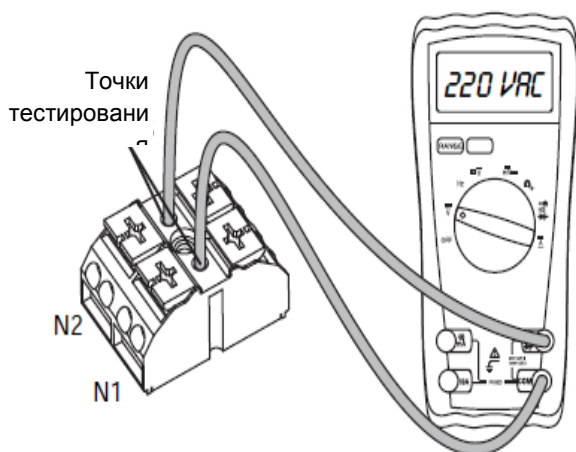

Рисунок 9. Точки тестирования клеммной колодки
3. Смотреть рисунок 9. Подсоединить один тестовый проводок к проводу N1 на клеммной колодке панели управления генератора, другой к проводу N2. Прибор должен показывать межфазное напряжение.
4. Один тестовый провод подсоединить к проводу N1, а другой к проводу N2. Прибор должен показывать примерно 220В переменного тока. Смотреть рисунок 9.